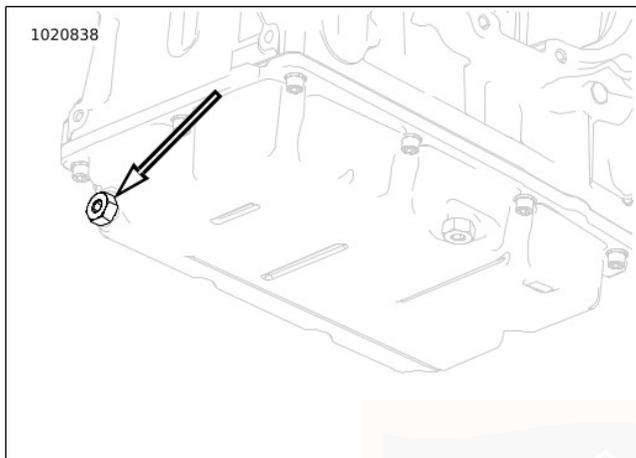

Abbildung 54. Motorölablassstopfen
3. Siehe Abbildung 54. Die Ölablassschraube (2) und den O-Ring entfernen. Das Öl vollständig ablaufen lassen.